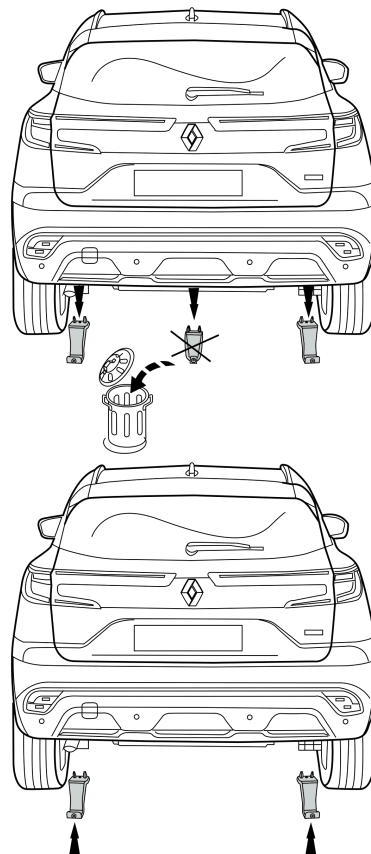

Fig. 1
1. Zdemontować zaznaczone części wykonane z tworzywa sztucznego. Patrz rysunek 1.
1. Снять указанные пластмассовые части. См. рисунок 1.